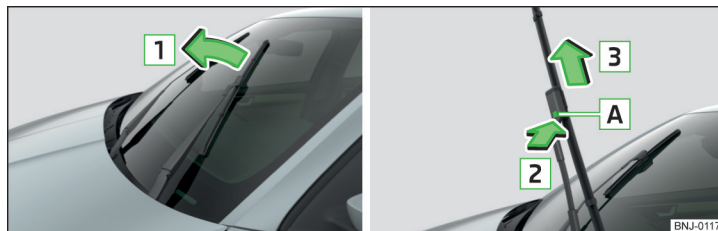

Fig. 288 Cambiar la escobilla limpiacrystal del parabrisas
- Levantar la varilla del limpiaparabrisas del cristal en el sentido de la flecha **1** » fig. 288.